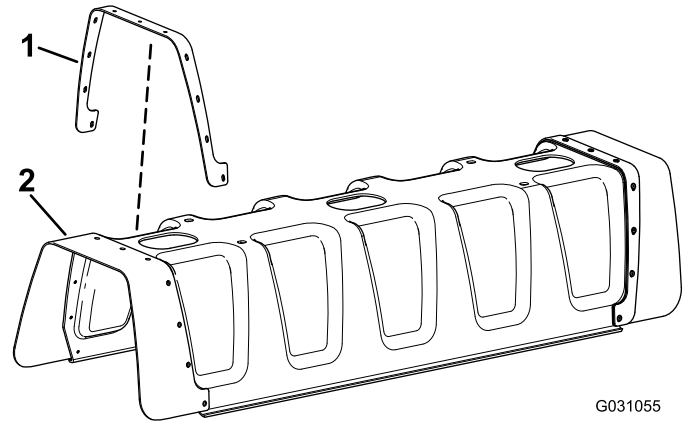

図 3
2. 中央ブームカバーの穴に、ゴムカバーの穴を合わせる 図 3。